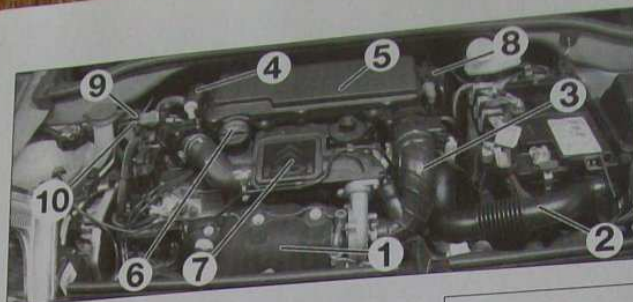

FIG.35
- Déposer (Fig.35) :
- l'écran thermique du catalyseur (1).
- le manchon d'alimentation en air (2).
- le manchon d'air entre l'admission et le turbo-compresseur (3).
- la poire d'amorçage en combustible (4).
- le boîtier de filtre à air complet (5).
- le bouchon de remplissage en huile (6).